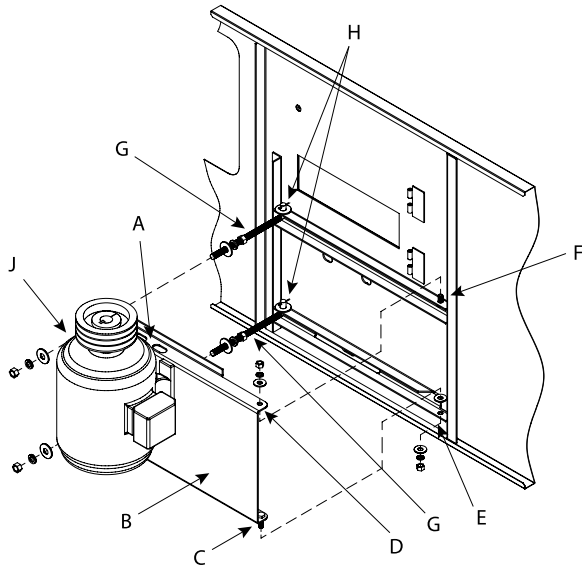
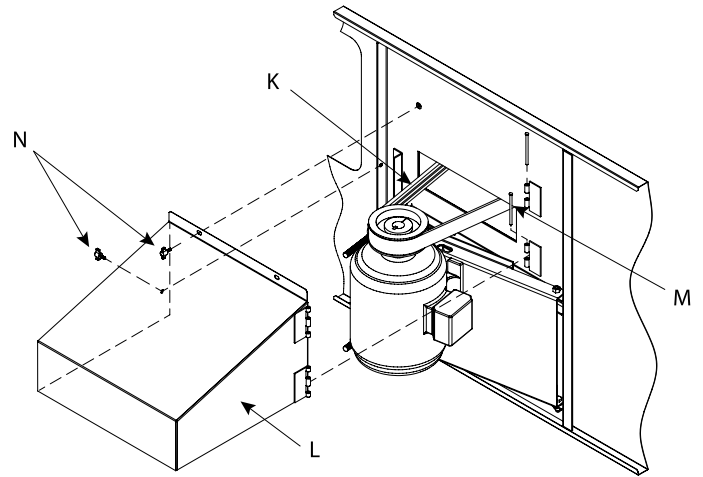

图17a - 外置式电动机的安装
图17b - 电动机保护罩和高强皮带的安装
所有宽度小于10' (3m)的机组，其电动机均位于机组外部，轴向安装，如下图17a和17b所示。由于运输宽度限制，电动机不能安装在机组上，因为它们会延伸到卡车宽度之外。因此，电动机、电动机机座、电动机保护罩、“J”型螺栓、销轴和皮带均放置在冷却塔的冷水盘中运输。请按照下面的分步说明正确安装这些组件。
- 电动机机座安装之前，应先看清图17a。
- 将吊具插入电动机机座 (B) 顶部的狭槽 (A) 中。
- 吊起电动机机座 (B)，并将销轴 (C) 插入孔 (E)，销轴 (F) 插入孔 (D)。
- 将垫圈和螺母拧在销轴上 (不要过紧)。将锁紧螺母安装在销轴 (C) 上。
- 将“J”型螺栓 (G) 插入孔 (H)，装上平垫片和开口销。在电动机机座装上之后，将螺母和垫片装在“J”型螺栓的螺纹段。
- 将“J”型螺栓 (G) 插入电动机机座上的 (J) 孔内，装上平垫片、弹簧垫片和螺母，从电动机机座上拆去吊具。电动机机座应朝向机组顶部 (皮带轮朝上)，供安装皮带之用。
- 将高强皮带 (K) 绕在通风机和电动机的皮带轮上 (见图17b)。利用“J”型螺栓上的螺母来调整皮带松紧度。不要调得过紧。用手在皮带中心位置上加适当的压力，其水平方向上的挠度约为1/2” (13mm)。
- 装上电动机保护罩 (L)，对上铰链，插入铰链销 (M)，见图17b。
- 合上电动机保护罩 (L)，并装上蝶形螺栓 (M)。